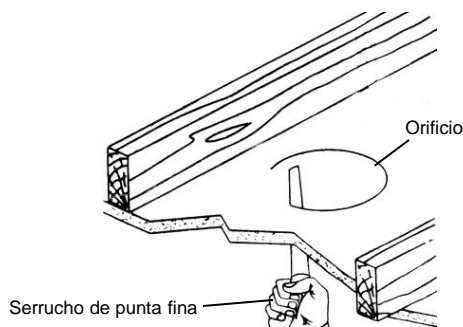

Fig. 2
1. Una vez que has elegido el lugar adecuado corta una abertura de 5 1/2" (14,0 cm) en el techo. Se ha incluido una plantilla para ayudarte a abrir el orificio. (Fig. 2)